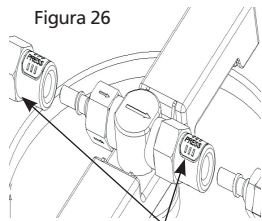

Figura 26
3. Estrarre il connettore di ingresso dell'aria e il connettore di erogazione, premere prima il pulsante bianco durante l'estrazione; (Figura 26)